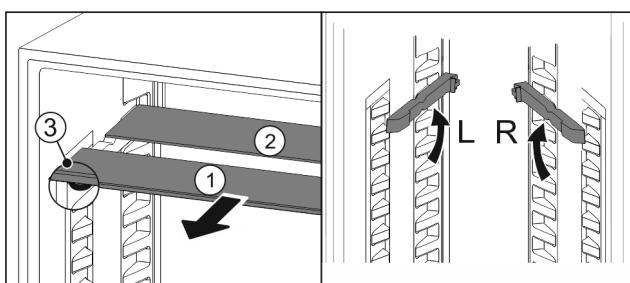

Fig. 96
- ▶ Vytiahnite sklené dosky jednotlivo dopredu Fig. 96 (1).
- ▷ Sklená doska Fig. 96 (1) s ozdobnou lištou leží vpred.
- ▷ Zarážky Fig. 96 (3) ukazujú nadol.